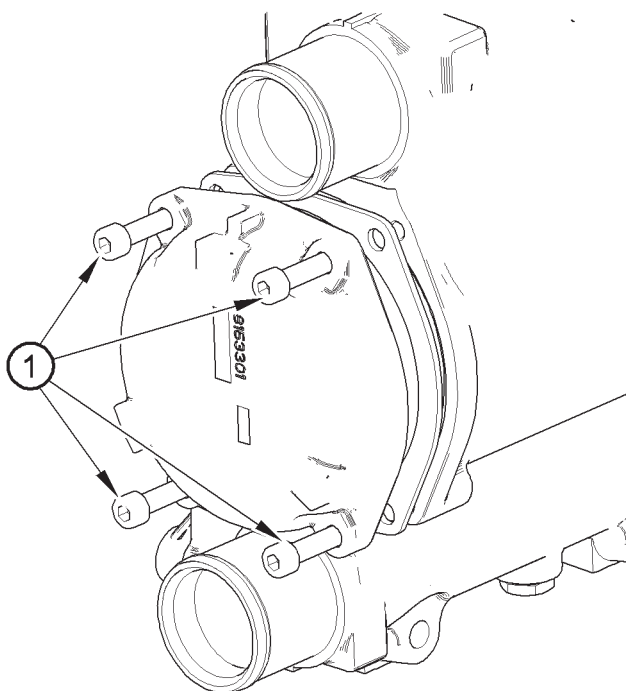

Figure 15
5. Déposez le bouchon d'extrémité en desserrant les vis (Figure 15, repère 1).